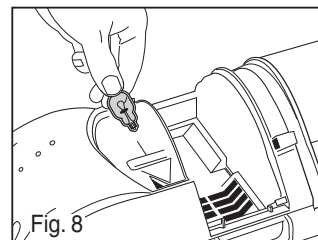

Fig. 8
- 3) Coloque el nuevo foco, vuelva a colocar el lente/cubierta del foco y el tornillo (Fig. 8).